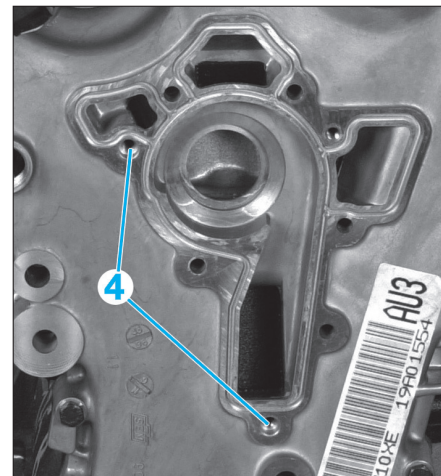

Fig. 23
- S'assurer de la présence des douilles de guidages (4) (Fig.23).